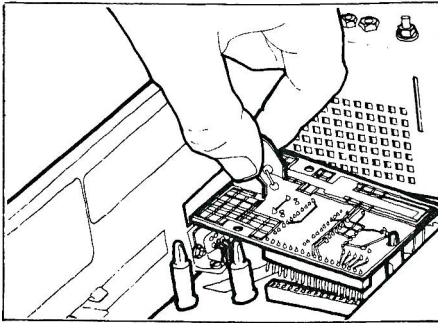

Bild 2.18 Montieren des Monitor-Adapters
- b) Monitor-Adapter wie im Bild 2.18 gezeigt aufstecken, wobei darauf geachtet werden muß, daß die Steckverbindung auf der Unterseite der Karte richtig eingeführt wird und daß die drei Bohrungen über den jeweiligen Fixierstiften liegen.